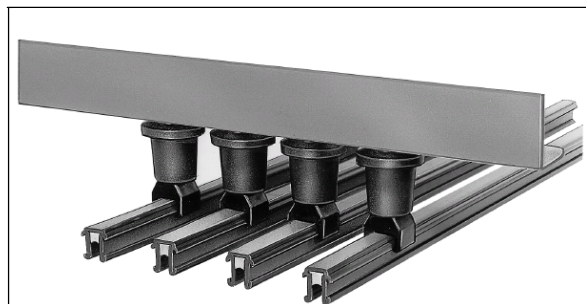

Рис. 1. 4-полюсное расположение рельсов
4. Изолированный подвес и изоляторы с держателями рельсов (рис. 1)